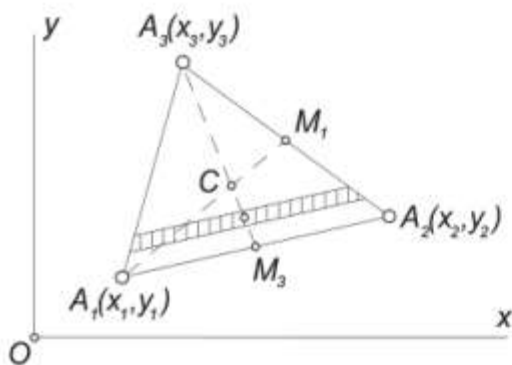

Рис. 1.15
2. Центр тяжести площади треугольника. Рассмотрим треугольник, лежащий в плоскости Oxy, координаты вершин которого известны: $A_i(x_i, y_i)$, ($i = 1, 2, 3$). Разбивая треугольник на узкие полоски, параллельные стороне A_1A_2 , приходим к выводу, что центр тяжести треугольника должен принадлежать медиане A_3M_3 (рис. 1.15).